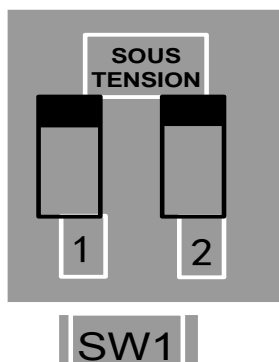

Figure 8-4
- v. Il y a un commutateur de codage à deux chiffres SW1 rouge près du bornier de commande comme indiqué sur la Figure 8-4. La fonction du commutateur de codage consiste à sélectionner le signal de tension (0~5 V/0~10 V) ou de courant de la borne d'entrée analogique AI2, le canal par défaut est celui du courant. En application réelle, sélectionnez le canal de l'entrée analogique via F203. Positionnez les commutateurs 1 et 2 sur ON comme illustré sur la figure et sélectionnez la commande de vitesse par courant de 0~20 mA. L'état et le mode de commande de la vitesse des autres commutateurs sont affichés dans le **Tableau 8-2**.